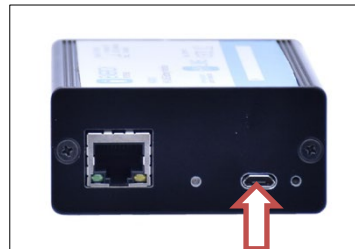

Figure 3
- Connect the power supply (micro-USB) cable as shown in *Figure 3*.
Verbinden Sie das Netzteil (micro-USB) wie in Bild 3.